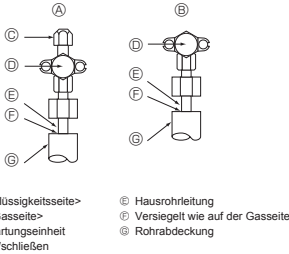

Fig. 5-4
5.4. Verfahren zum Prüfen der Rohre auf Dichtigkeit (Fig. 5-4)
- Vergewissern Sie sich, dass die Sperrventile (A) (B) geschlossen sind und öffnen Sie sie nicht.
- Bauen Sie über die Wartungseinheit (C) des Flüssigkeitssperrventils (A) Druck in den Kältemittelleitungen auf.
- Wenn der Druck in den Schritten (2) oder (3) abfällt, entweicht Gas. Suchen Sie nach der Gasaustrittsstelle.